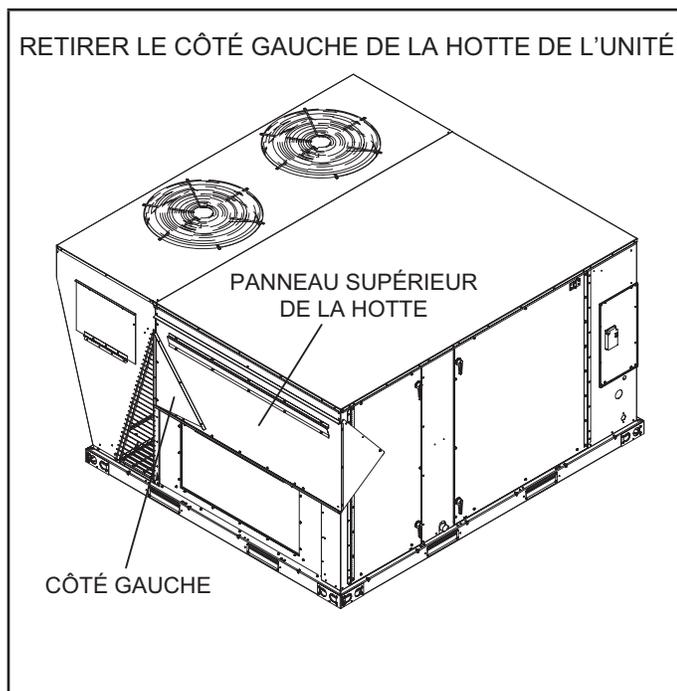

FIGURE 10
- 1 - Retirer le côté gauche du panneau supérieur de la hotte. Voir FIGURE 10.